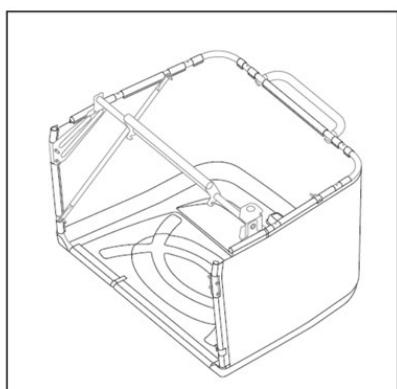

Fig.7K
- Coloque el conjunto del soporte en la bolsa recolectora de césped (Fig.7K).